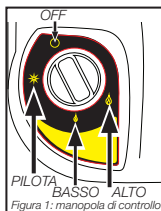

Figura 1: manopola di controllo
- Assicurarsi che la Manopola di controllo a quattro posizioni sia in posizione "OFF" : vedere Figura 1.
- Ruotare la manopola di controllo in senso antiorario fino alla posizione "PILOTA"  e premere per accendere; vedere Figura 1 e Figura 4.
- Dopo che la formella del bruciatore è diventata arancione vivo, regolare l'uscita di calore girando la manopola di controllo nella posizione desiderata (impostazione "BASSO"  o "ALTO" ) Figura 1.